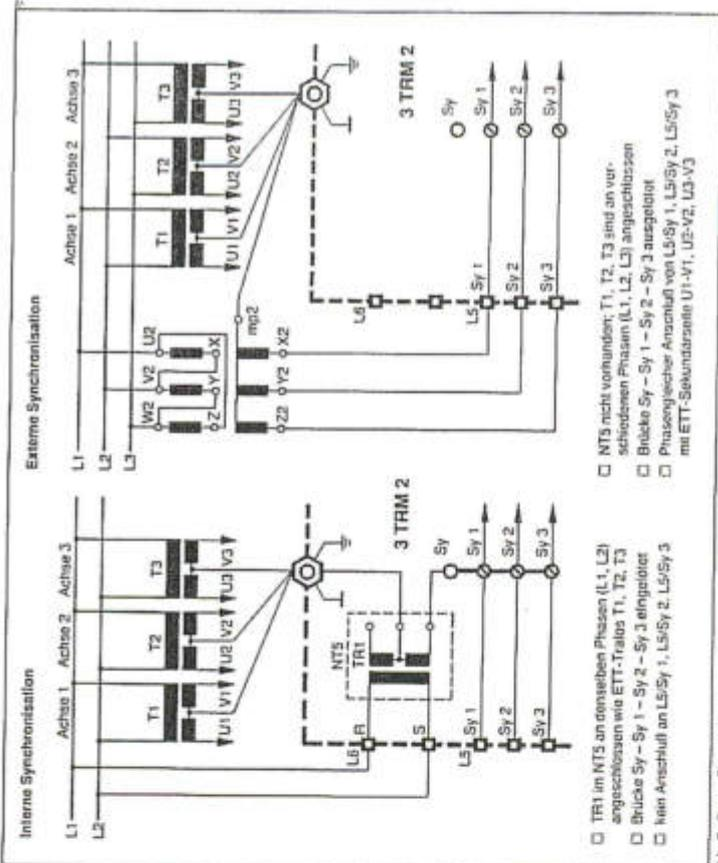

Abb. 8: Gegenüberstellung von interner zu externer Synchronisation
Die interne Synchronisation ist nur dann möglich, wenn der Netzleittransformator im Netzteil NT5 mit den ETT-Leistungstransformatoren T 1, T 2 und T 3 an denselben Phasen angeschlossen ist (siehe Abb. 8).
b) die Leistungstransformatoren ETT zur besseren Lastverteilung, an unterschiedliche Phasen angeschlossen sind (siehe Abb. 8).